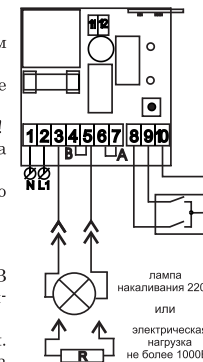

Рисунок 7.
- Добавить переключку между контактами 4 и 5 устройства (см. Рис.7).